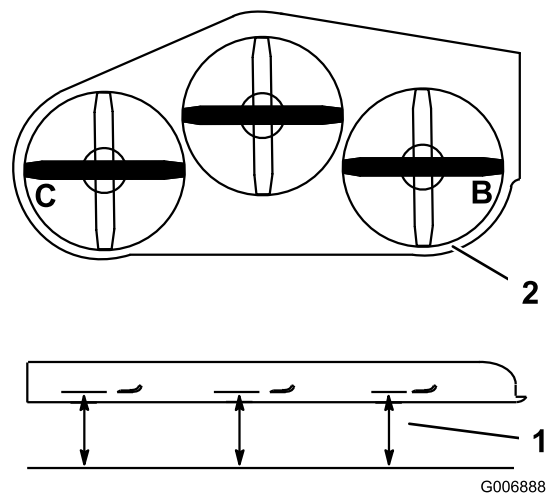

Figura 75
1. Coloque la cuchilla **derecha** en posición lateral (Figura 75).
2. Mida la cuchilla derecha en la posición **B** desde una superficie nivelada hasta el filo de corte del extremo de la cuchilla (Figura 75).
4. Coloque la cuchilla izquierda en posición lateral (Figura 75).
5. Mida la cuchilla izquierda en la posición **C** (Figura 75) desde una superficie nivelada hasta el filo de corte del extremo de la cuchilla.